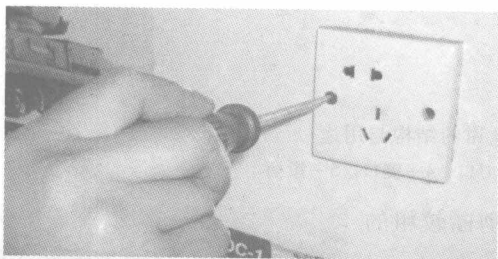

图 1-6 大螺钉旋具的使用
1) 大螺钉旋具的使用。大螺钉旋具一般用来紧固较大的螺钉。使用时,除大拇指、食指和中指要夹住握柄外,手掌还要顶住柄的末端,这样就可以防止旋具转动时滑脱,如图 1-6 所示。